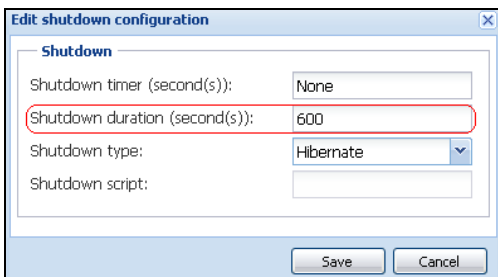

Abbildung 91. Dialogfeld „Edit Shutdown Configuration“ (Konfiguration zum Herunterfahren bearbeiten)
- Abbildung 91 veranschaulicht die Standardkonfiguration der Dell MUMC, die über Settings > Shutdown > Edit Shutdown Configuration (Einstellungen > Herunterfahren > Konfiguration zum Herunterfahren bearbeiten) abgerufen werden kann.